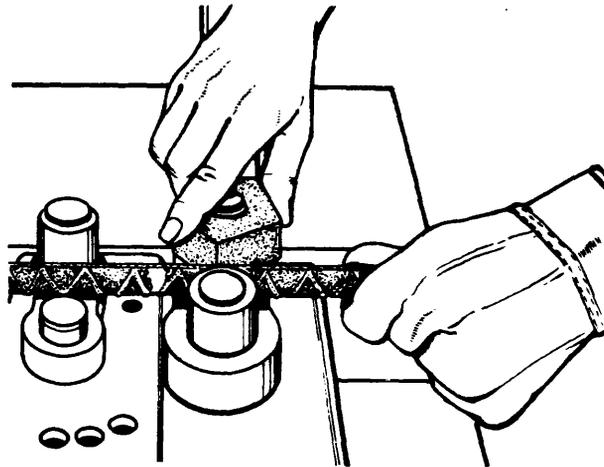

Fig. 3
- 5º paso *Ajuste el dado graduable a la cabilla, dejando que ésta sobresalga 1 cm. de la esquina frontal de éste (fig. 3).*